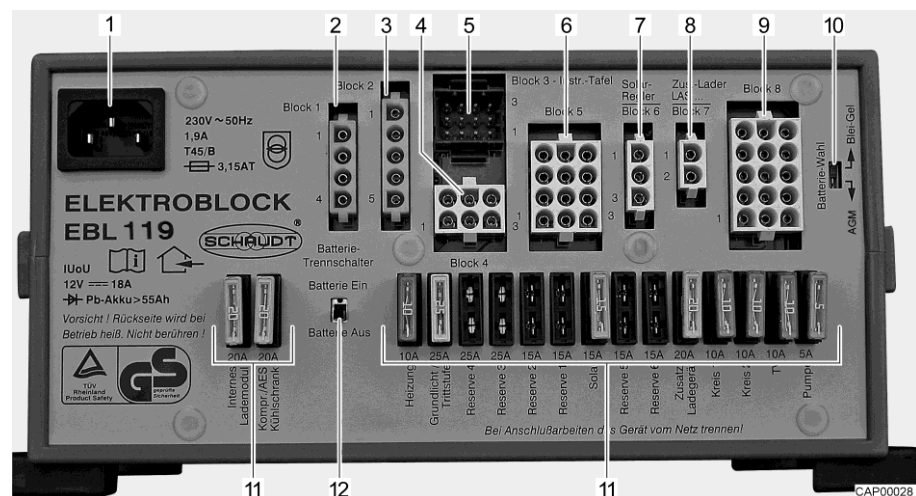

Bild 40 El-block (EBL 119)
- Koppla ifrån batteri-brytaren (Bild 40,12) på el-blocket.